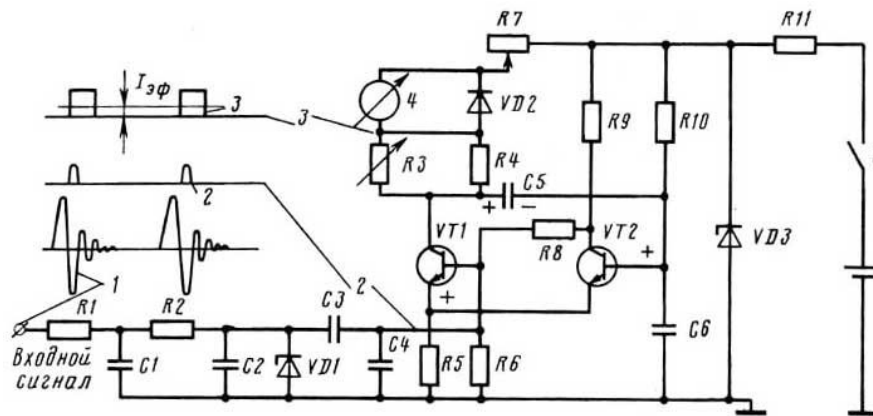

Рис. 5. Схема электронного тахометра
20. ТАХОМЕТР НА РИС. 5 РЕГИСТРИРУЕТ ИМПУЛЬСЫ
21. БЛОК ФОРМИРОВАНИЯ ЗАПУСКАЮЩИХ ИМПУЛЬСОВ (РИС. 5)
## 22. БЛОК ФОРМИРОВАНИЯ ИЗМЕРИТЕЛЬНЫХ ИМПУЛЬСОВ (РИС. 5)